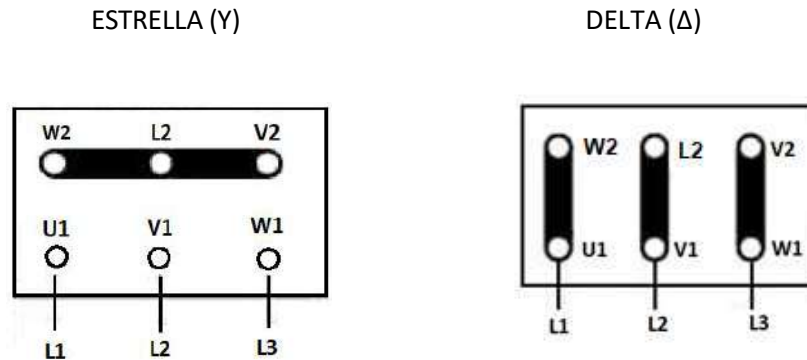

Imagen 1
Los motores deben ser alimentados con tensiones trifásicas o, si el cliente lo requiere, con tensión monofásica. El tipo de conexión de los motores trifásicos puede ser Estrella (Y) o Delta (Δ) de acuerdo con la fuente de alimentación de 380 o 220 VCA (ver imagen 1).